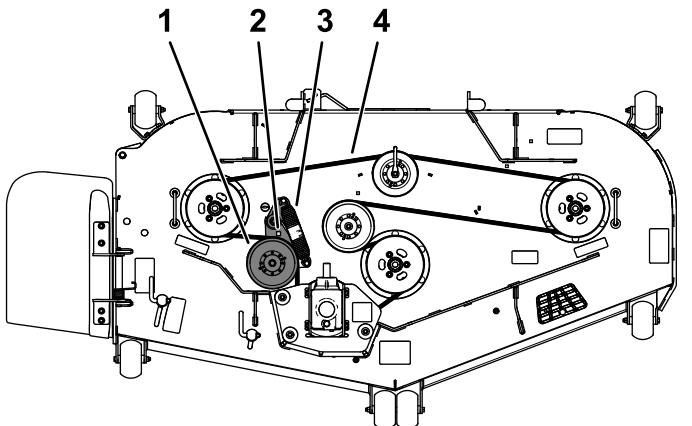

Figure 59
5. Insérez un rochet dans le trou carré du bras de la poulie de tension pour détendre le ressort de la poulie (Figure 59).
7. Installez la nouvelle courroie sur les poulies (Figure 59).
8. Veillez à engager les extrémités du ressort dans les rainures d'ancrage, puis insérez le rochet dans le trou carré et chaussez la courroie sur la poulie de tension (Figure 59).